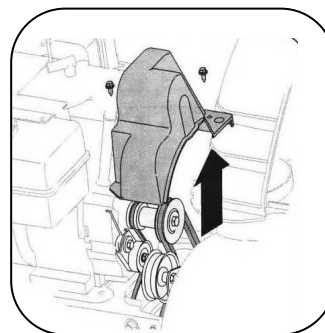

Рис.21
**ПРИМЕЧАНИЕ.** Слейте бензин из снегоочистителя. или поместите кусок пластика под крышку бензобака. См. рис. 21.